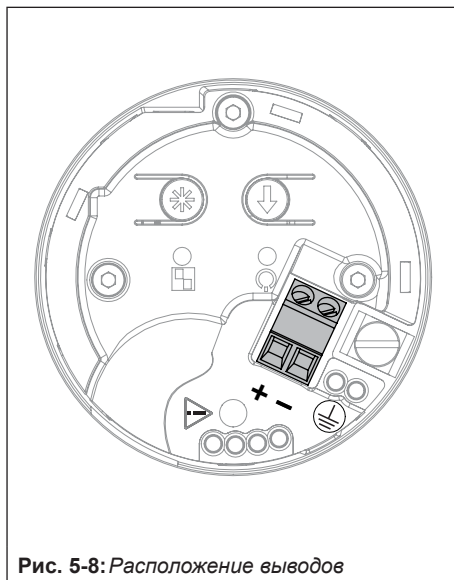

Рис. 5-8: Расположение выводов
2. Подключите сигнальные кабели к винтовым клеммам согл. Рис. 5-8.